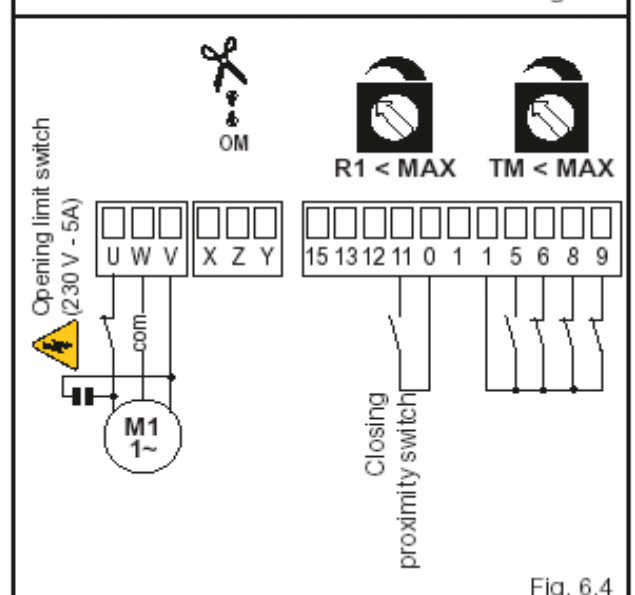

Fig. 6.4
- (rys.6.4) **Skrzydło zatrzymuje się na wyłączniku krańcowym na otwieranie i zderzaku na zamykanie, a zmienia kierunek ruchu po napotkaniu przeszkody.**